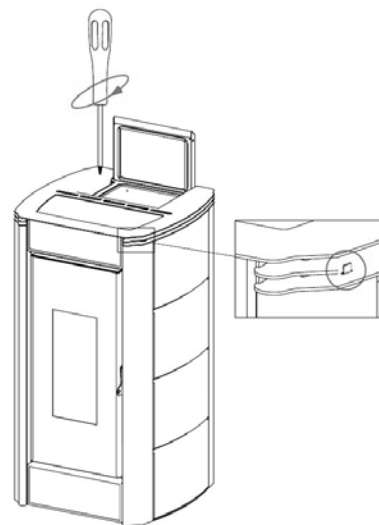

Fig. 37 - Posizionare il coperchio
- Riposizionare il coperchio centrando gli appositi dentini (vedi **Fig. 37**).